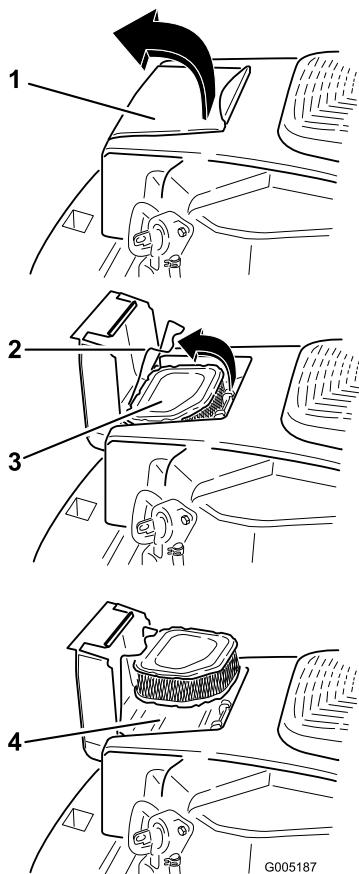

Figure 28
- Ouvrez le couvercle du filtre à air situé sur le carter ventilateur pour accéder à l'élément du filtre à air (Figure 28).
- Ouvrez le verrou et retirez l'élément du filtre à air (Figure 28).